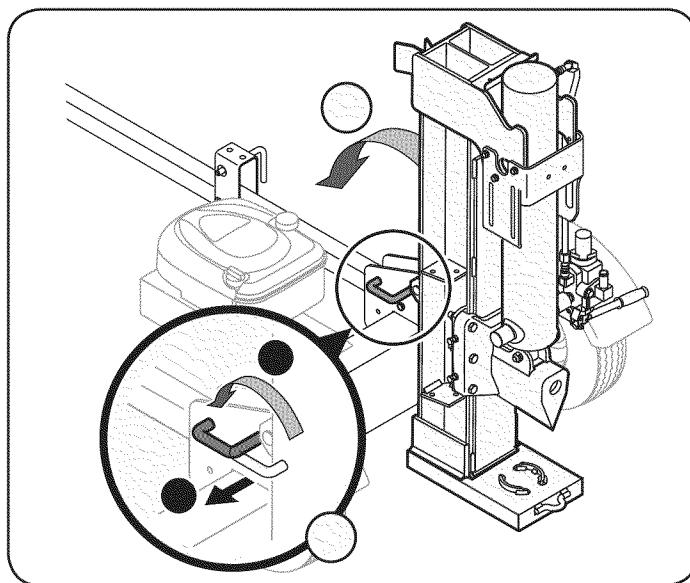

Figura 3
1. Tire hacia afuera el bloqueo de vigueta vertical, rótelo hacia atrás y gire la vigueta a la posición horizontal hasta que quede trabada. Vea la Figura 3.